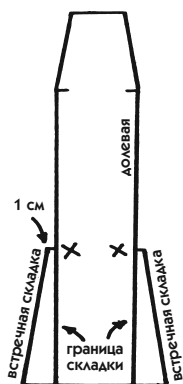

Рис. 254
2. На обычной высоте складки (рис. 254, засечки X) проведите в стороны маленькие горизонтальные черточки длиной 1 см.
3. От этих черточек начертите половину фалды вниз (для юбки длиной 70 см половина фалды составит 4 см, и этой величины будет достаточно, если на всю юбку придется как минимум 2 фалды). Фалда показана на рис. 254 сплошной наклонной линией.